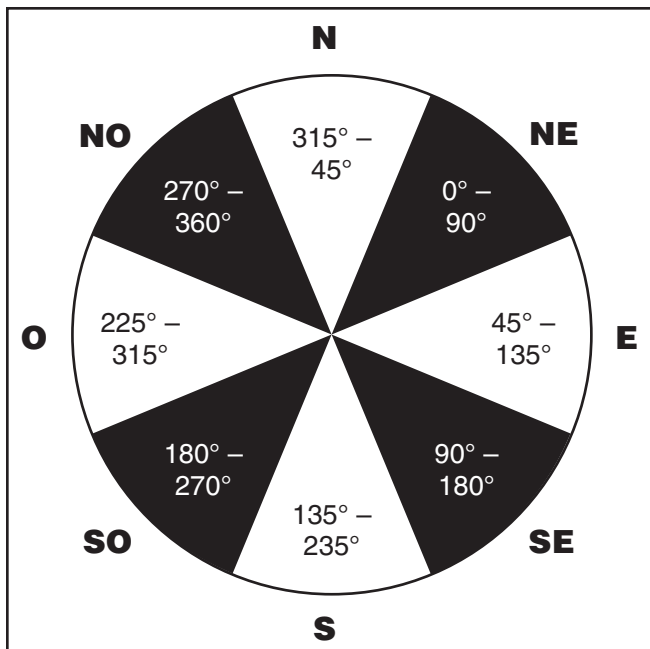

Figura 24. Gráfico circular de las ocho regiones direccionales indicadas en el procedimiento de alineación sobre la estrella más luminosa.
2. El mando de mano le indicará para seleccionar la región (Select Region). Escoja la dirección que corresponde a dónde Vd. vea la estrella más luminosa del cielo nocturno. Podría ser útil contar con una brújula para consultar durante este procedimiento. Hay ocho regiones sobre las que se puede escoger, cada una cubriendo una extensión de 90 grados en azimut (**Figura 24**). La dirección escogida sólo afectará la selección de su estrella de alineación; podrá aún escoger estrellas para observar a lo largo de todo el cielo una vez terminada la alineación.